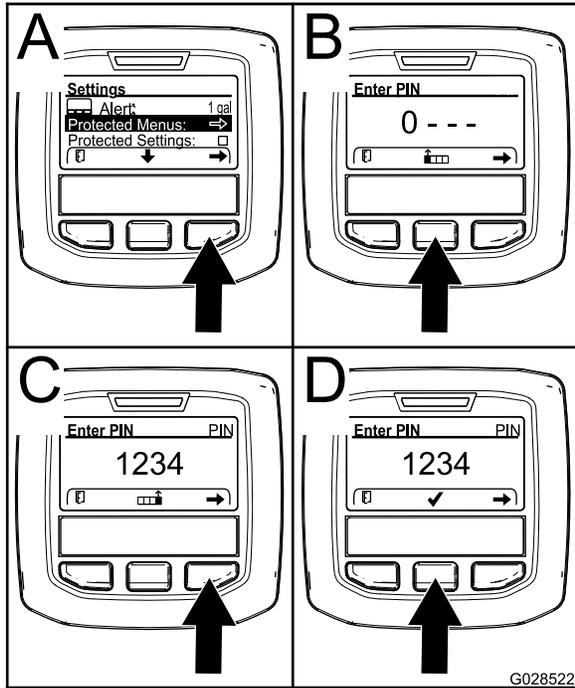

图11
2. 按右侧选择按钮可选择受保护菜单图11。
- 按中间选择按钮图11中的 B可增加数值09。
- 按右侧选择按钮图11中的 C可将光标移至右边的下一个数值位置。
注意 核选标记图标将显示在中间选择按钮的上方图11中的 D。
5. 按中间选择按钮图11中的 D输入密码。